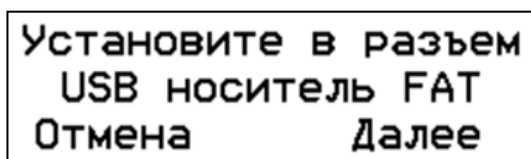

Рисунок 2.22 - Экран «Установите USB накопитель».
- выбрать один или несколько источников данных для выгрузки: данные карты, данные из памяти тахографа и архив СКЗИ (см. Рисунок 2.22).
После выбора данных для выгрузки необходимо долгим нажатием на кнопку «ОК» перейти к следующему экрану (см. Рисунок 2.22) и с помощью кнопок «ОК» или «Назад» запустить, либо отменить процесс выгрузки.